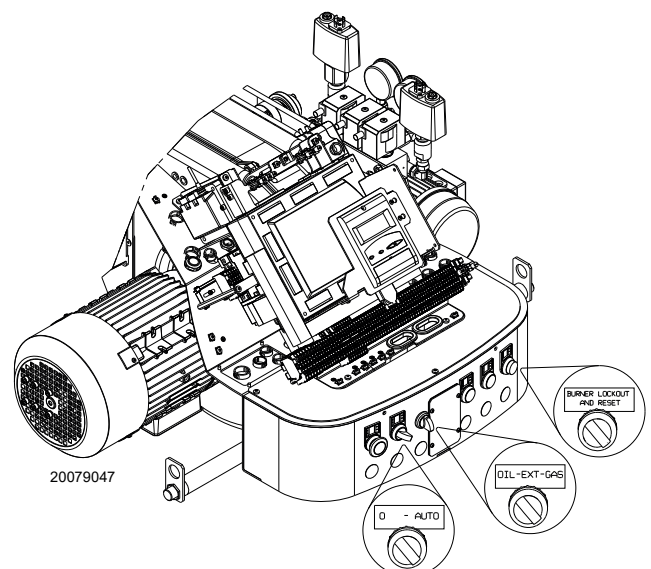

Рис. 28
Установіть перемикач **OIL-EXT-GAS** (Рис. 28 на сторінці 33) у положення **OIL**, щоб вибрати дизельне паливо.
Замкніть термостати/реле тиску та встановіть перемикач з Рис. 28 на сторінці 33 у положення **AUTO**.
- переведіть перемикач Рис. 28 в положення **0** і зачекайте, поки блок керування виконає фазу вимкнення;
Замкніть засоби дистанційного керування та встановіть перемикач (Рис. 28 на сторінці 33) у положення **ON**.
Селектор (Рис. 28 на сторінці 33) переведіть у положення **GAS**, щоб вибрати газ як паливо.
- 1 за допомогою селектора (Рис. 28 на сторінці 33);
У положенні **EXT** селектор (Рис. 28 на сторінці 33) активує вибір палива дистанційно. У цьому положенні, якщо дистанційний селектор не підключений, на дисплеї відображається пріоритетне паливо.